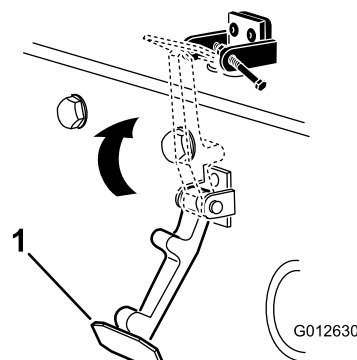

図 5
7. フードを閉じてラッチをフードラッチブラケットにかける 図 5。